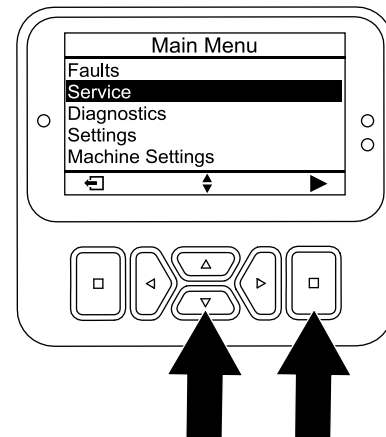

図 95
4. サービスオプションが選択されるまで下ボタンを押し、次に選択ボタンを押す (図 95)。